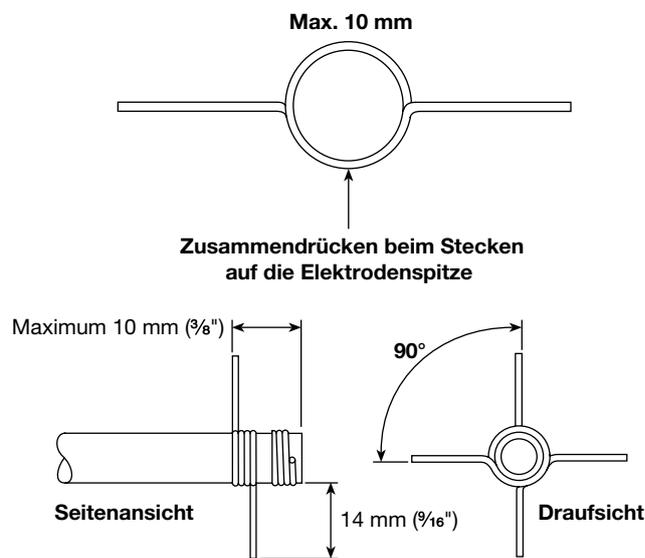

Bild 10
2. LP30 entfernen (wenn bereits montiert) und Abstands-Prüfspitze auf die Elektrodenstabspitze der LP30 stecken. Die 4 Prüfspitzen sollten im Abstand von 90° aufweisen, siehe Bild 10, 11.